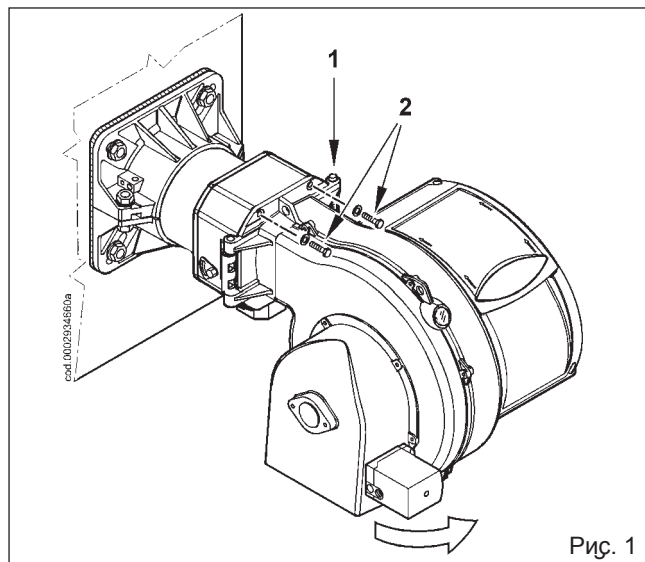

Рис. 1
Отверните четыре винта (2) и поверните горелку вокруг штифта (1), расположенного в шарнире (рис. 1).